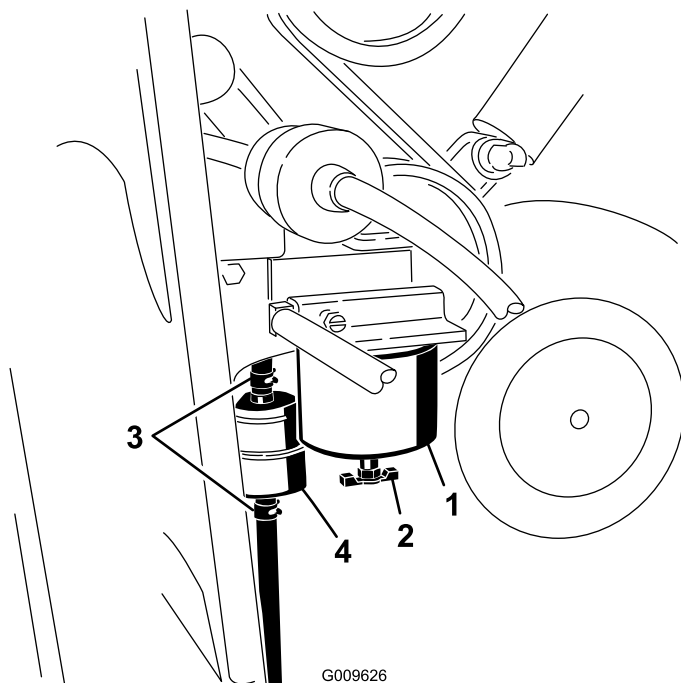

Рисунок 37
1. Найдите топливный фильтр на правой стороне двигателя (Рисунок 37) и поместите под ним чистую емкость.
2. Очистите область крепления стакана фильтра (Рисунок 37).
3. Снимите стакан фильтра и очистите монтажную поверхность (Рисунок 37).
монтажной поверхностью доверните стакан еще на пол-оборота (Рисунок 37).
6. Найдите топливный фильтр на правой стороне двигателя (Рисунок 37) и поместите под ним чистую емкость.
7. Ослабьте хомуты на обоих концах проходного фильтра и отсоедините от него шланги (Рисунок 37). Удалите в отходы фильтр.
8. Наденьте шланги на концы нового фильтра (Рисунок 37), убедившись в том, что стрелка на фильтре показывает в ту же сторону, что и стрелка на старом фильтре.